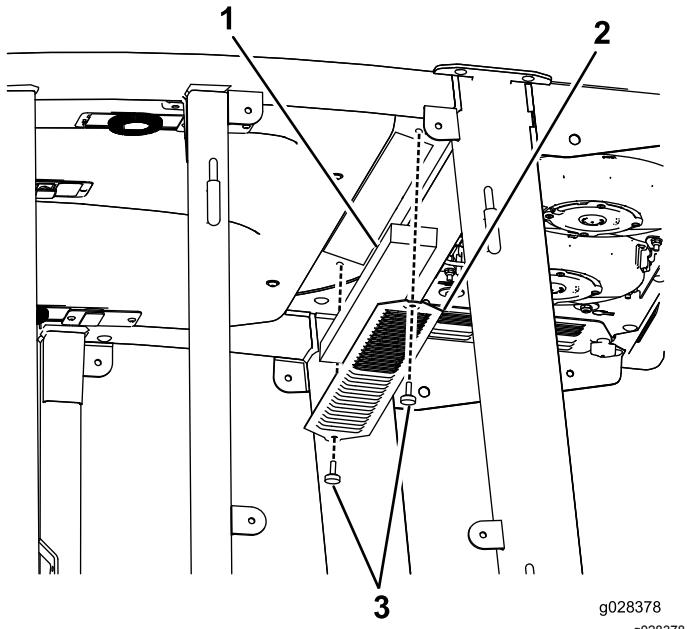
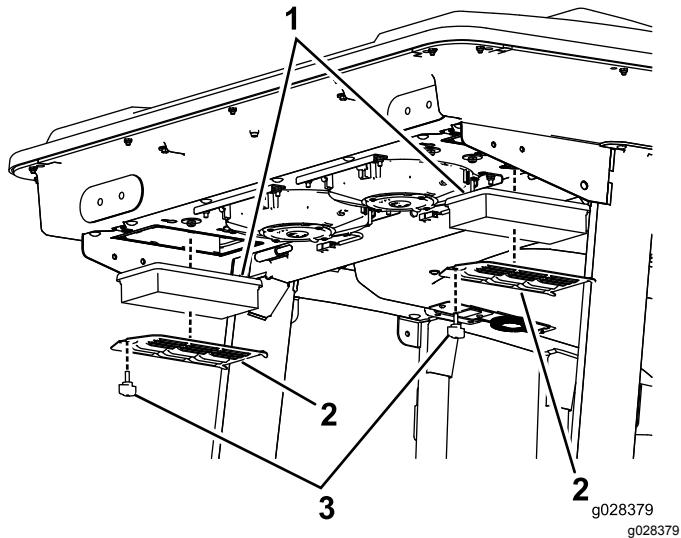
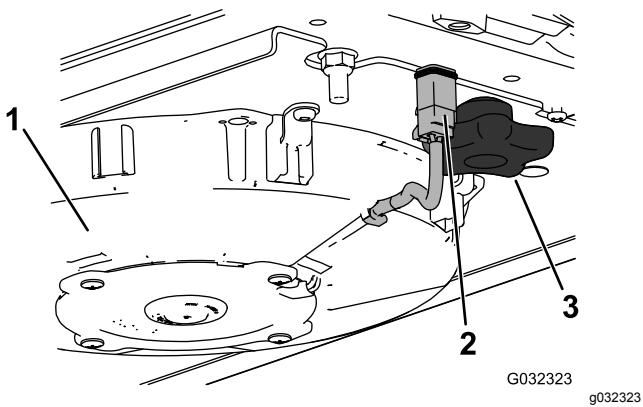
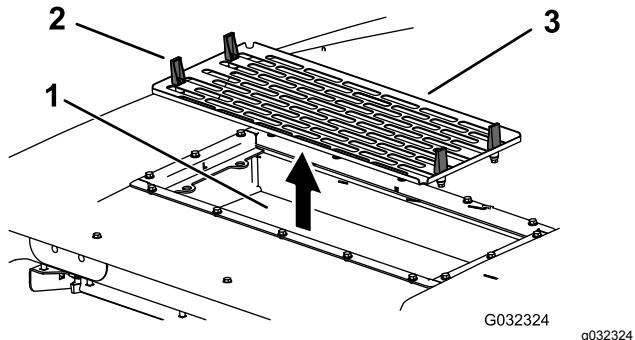

Figura 113
Figura 114
Figura 115
Figura 116
1. Retire los tornillos y las rejillas que cubren el filtro interior y el trasero de la cabina (Figura 113 y Figura 114).
5. Retire los filtros de aire (consulte Figura 114).
7. Instale los filtros de aire, la rejilla y el conjunto del ventilador (Figura 114, Figura 115 y Figura 116).
8. Conecte el cable de cada ventilador (Figura 115).